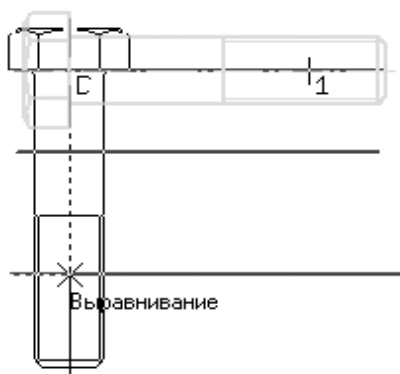

Рис. 2.35. Поворот объекта
4. Передвигайте указатель мыши вниз. Вы увидите, как изображение (фантом) поворачивается относительно первой указанной точки. Выровняйте вторую точку по вертикали с первой и зафиксируйте изображение, щелкнув кнопкой мыши (рис. 2.35).